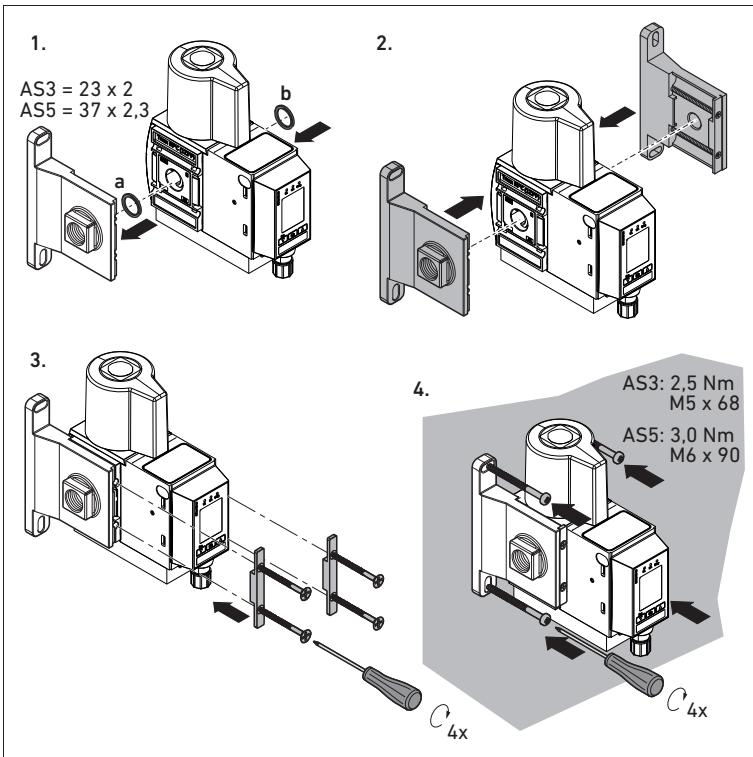

Fig. 2: Fijación de la EV1X como válvula individual
Para fijar una válvula individual, proceda como se representa en la Fig. 2:
- i** La unidad bloqueada se debe montar sobre la superficie de montaje en ambos lados con un elemento de montaje en cada uno (véase la Fig. 2.)